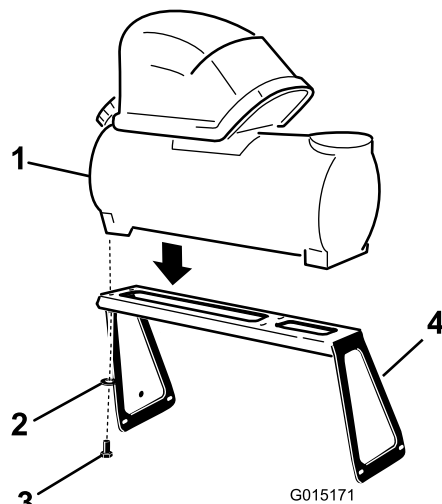

図 2
1. フォーム・タンク・アセンブリを 図 2 に示すように取り付けブラケットにセットする。